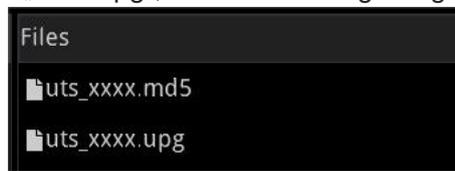

Abbildung 2-2 Upgrade-Paket
1. Entpacken Sie das Upgrade-Paket in das Stammverzeichnis eines USB-Sticks. Das Paket enthält zwei Dateien, „xxx.md5“ und „xxx.upg“, wie in Abbildung 2-2 gezeigt.